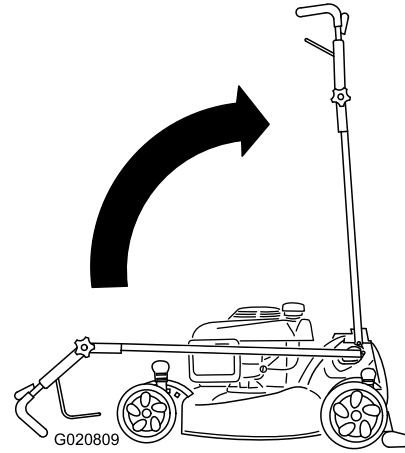

Figura 52
2. Mueva el manillar a la posición vertical (Figura 52).